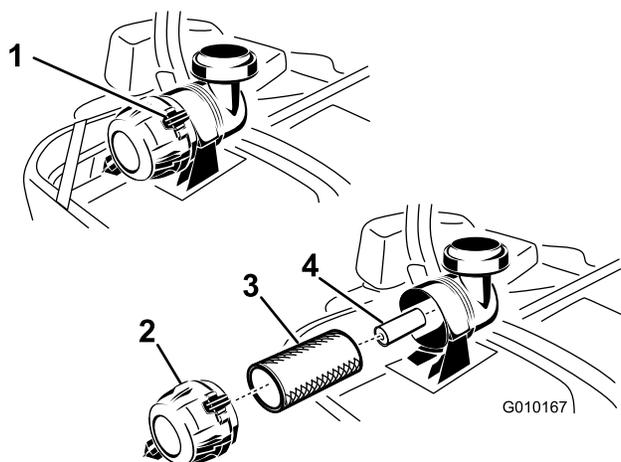

Figura 51
3. Premete verso il basso per rilasciare i dispositivi di fermo sul filtro dell'aria e togliere il coperchio dal corpo del filtro (Figura 51).
5. Estraete con cautela il filtro primario dal corpo del filtro dell'aria (Figura 51). Non urtate il filtro contro il corpo.
di fermo bloccino il coperchio nella corretta posizione (Figura 51).
1. Non pulite il filtro primario di carta, sostituitelo (Figura 51).
2. Se sostituite il filtro secondario, inseritelo con cautela nel corpo del filtro (Figura 51).
3. Montate con cautela il filtro primario sul filtro secondario (Figura 51). Premete sul bordo esterno del filtro mentre lo inserite, per accertarvi che venga inserito a fondo.